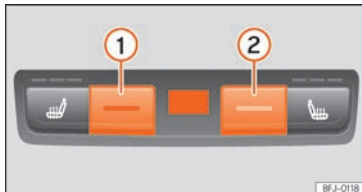

Fig. 186 Sur la console centrale arrière : commandes des places arrière.
- Appuyez sur les touches ① et ② » fig. 186 pour régler la température.